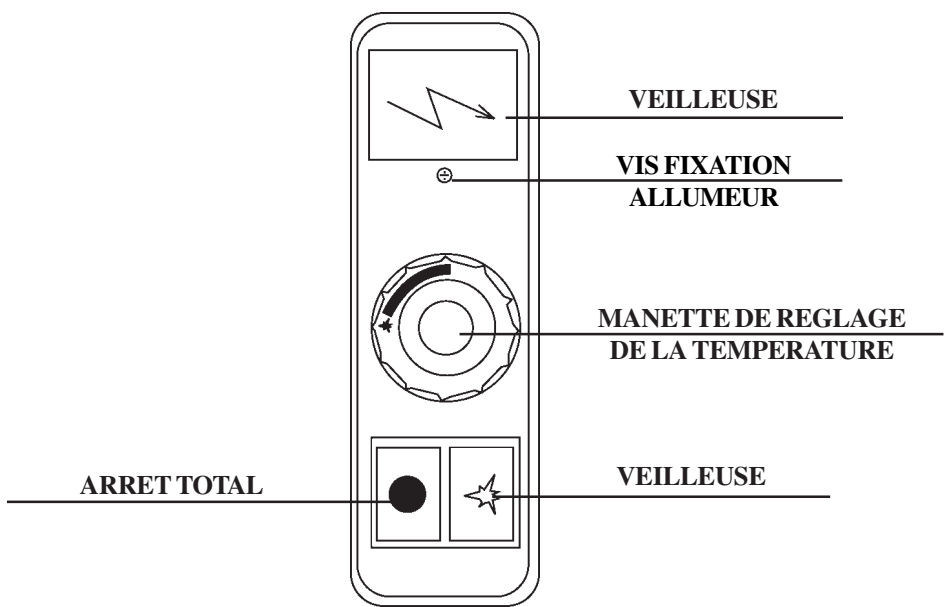

Fig. 9
E) Soupape thermostatique (Fig. 9)
ATTENTION ! Les boutons doivent être comme illustré sur la Fig. 9, n'oubliez pas l'interruption du thermocouple !
5.1 ALLUMAGE DU BRULEUR PILOTE (FIG. 9)